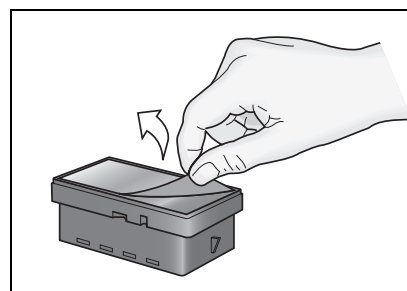
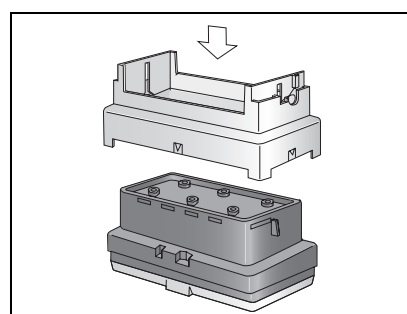
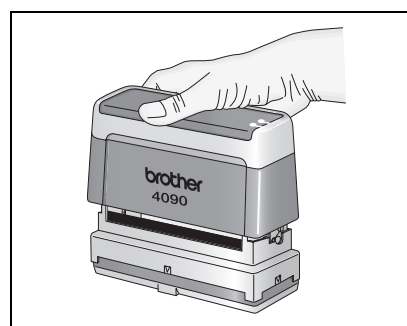

figure 8
figure 9
figure 10
- ❶ Retirez la pellicule protectrice claire de la surface en caoutchouc du tampon (voir la figure 8).
- ❷ Avec le capuchon de protection recouvrant la surface du tampon, posez le tampon face vers le bas.
- ❸ Disposez la jupe (section du milieu) au-dessus du tampon (voir la figure 9) puis poussez-la fermement vers le bas de telle sorte que le bord supérieur de la jupe se trouve sous le dessus du support du tampon.
- ❹ Vérifiez que le support du tampon peut se déplacer facilement du haut en bas de la jupe du tampon.
- ❺ Posez le tampon assemblé sur une surface plane. Placez la poignée ou le support au-dessus de la jupe et poussez fermement vers le bas. Cette action fait éclater le sac d'encre à l'intérieur du tampon (voir la figure 10).